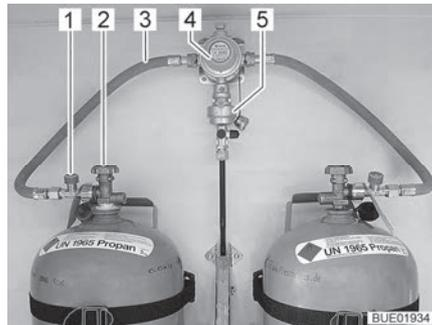
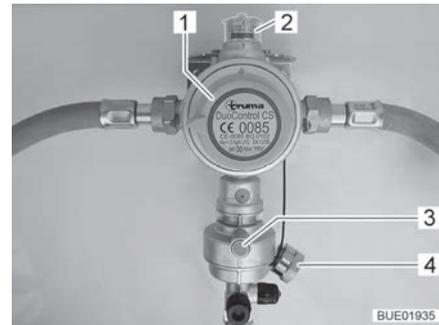

Fig. 57 Bombonas de gas con DuoControl
Fig. 58 Sistema de regulación DuoControl
El sistema de regulación DuoControl se compone de una válvula selectora (Fig. 57,4) y el sensor de impacto (Fig. 57,5). El sistema de regulación DuoControl está montado entre las gomas del gas (Fig. 57,3) con dispositivo de seguridad en caso de rotura de manguera (Fig. 57,1). Con el botón giratorio (Fig. 58,1) en la válvula selectora se puede determinar cuál de las bombonas de gas se utilizará como bombona de servicio y cuál de ellas como bombona de reserva.
En la mirilla (Fig. 58,2) se indica el estado del suministro de gas:
Está permitido el funcionamiento con una sola bombona de gas; sin embargo, la conexión abierta se deberá tapar con una tapa ciega (Fig. 58,4).
El sensor de impacto bloqueará el suministro de gas en caso de un impacto significativo (p. ej. accidente). El sensor de impacto se pone en funcionamiento pulsando el botón de restablecimiento verde (Fig. 58,3).
El dispositivo de seguridad en caso de rotura de manguera (Fig. 57,1) bloqueará el flujo de gas si se rompe la manguera conectada. El dispositivo de seguridad en caso de rotura de manguera se deberá activar pulsando la tecla verde.
En la unidad de mando (Fig. 59), se conecta y desconecta el suministro de gas a través del sistema de regulación DuoControl. Las llaves de paso principales (Fig. 57,2) de las bombonas de gas y las válvulas de paso de gas deben abrirse a mano.
- Con el botón giratorio (Fig. 58,1) en la válvula selectora, seleccionar la bombona de gas de la que habrá de tomarse el gas principalmente (bombona de servicio). Girar el botón giratorio siempre hasta el tope.
- Abrir las llaves de paso principales (Fig. 57,2) de las bombonas de gas.
- Pulsar la tecla verde del dispositivo de seguridad en caso de rotura de manguera (Fig. 57,1). En la mirilla (Fig. 58,2) se visualizará la marca verde.
- Cerrar las llaves de paso principales (Fig. 57,2) de las bombonas de gas.
En caso de que luz de control verde (Fig. 59,6) se apague durante el servicio y se encienda la luz de control roja (Fig. 59,5), estará vacía la bombona de servicio y se deberá cambiar. En la mirilla (Fig. 58,2) se visualizará la marca roja. La bombona de reserva seguirá suministrando gas a los consumidores de gas.
- Girar el botón giratorio (Fig. 58,1) media vuelta en sentido de la bombona de gas utilizada de momento. De este modo, esta bombona de gas ahora será la bombona de servicio y la bombona de gas vacía se convertirá en la bombona de reserva. La marca en la mirilla (Fig. 58,2) cambiará de rojo a verde.
- Cerrar la llave de paso principal (Fig. 57,2) de la bombona de gas vacía. Observar el sentido de la flecha.
- Pulsar la tecla verde del dispositivo de seguridad en caso de rotura de manguera (Fig. 57,1).